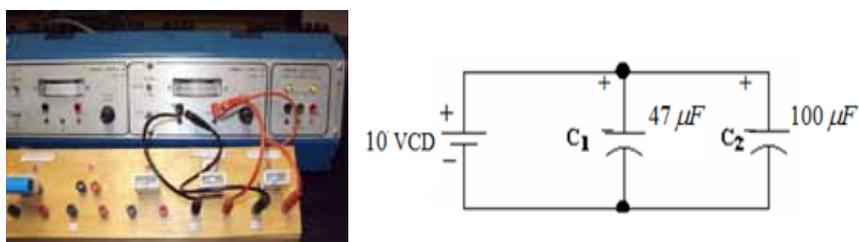

Figura 2.13 Capacitores en paralelo
- m) Arme el circuito de la figura 2.13.
| Figura 2.13 | | | |